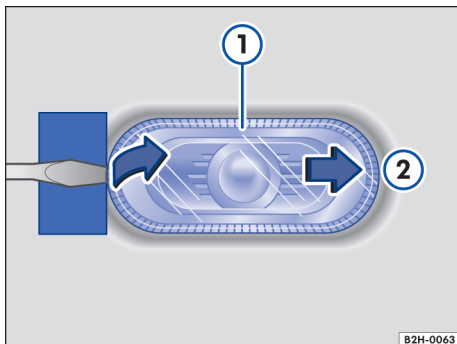
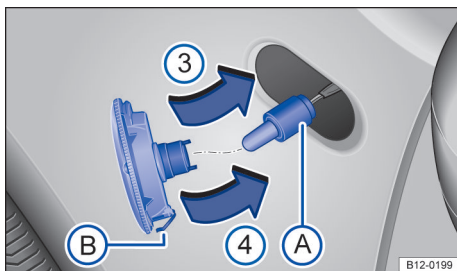

Fig. 151 Lado esquerdo do veículo: remover a lanterna lateral dos indicadores de direção
Fig. 152 Lanterna lateral dos indicadores de direção: substituir a lâmpada incandescente.
→ Fig. 151 e → Fig. 152
- ① Observar e executar a lista de controle → Página 202.
- ② Posicionar a chave de fenda das ferramentas de bordo com a lâmina plana no lado da lanterna lateral do indicador de direção que aponta para a traseira do veículo → ①. Deslocar a lanterna lateral dos indicadores de direção para trás, em sentido oposto ao da força de mola → Fig. 151 ②.
- ③ Remover a lanterna lateral dos indicadores de direção manualmente da carroceria. ▶
- ④ Remover o suporte da lâmpada incandescente com a lâmpada em linha reta → Fig. 152 (A).
- ⑤ Retirar a lâmpada incandescente em linha reta para fora do suporte da lâmpada.
- ⑥ Substituir a lâmpada incandescente queimada por uma lâmpada incandescente nova do mesmo modelo.
- ⑦ Recolocar o suporte da lâmpada.
- ⑧ Instalar a lanterna lateral dos indicadores de direção com o lado que aponta para a parte frontal do veículo na carroceria ③ e fazer pressão sobre a carroceria ④, até a mola ⑤ encaixar de modo audível.